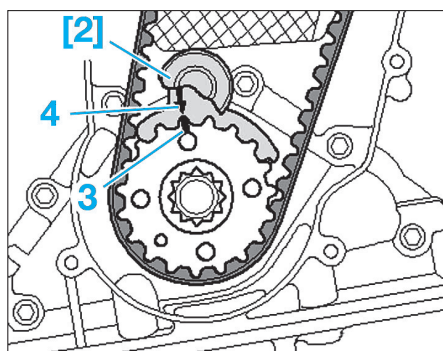

Fig. 6
- Mettre en place l'outil [2] sur le pignon de vilebrequin. Les repères (3) et (4) doivent coïncider (Fig.6).